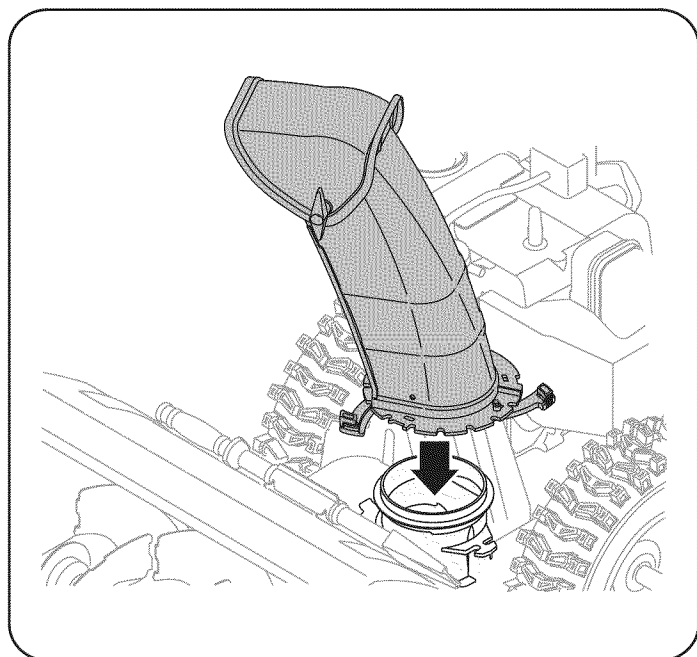

Figura 3
4. Sitúe el montaje del canal sobre la base. Vea la Figura 3.